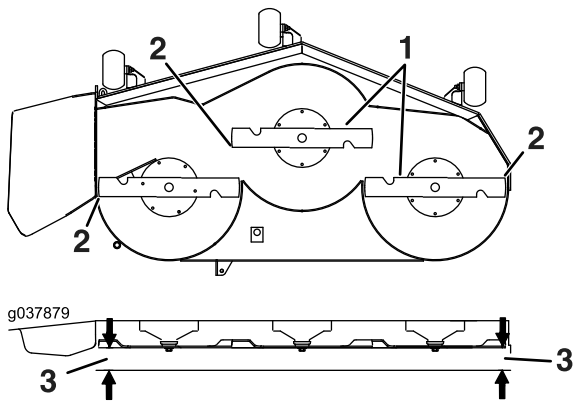

Figura 98
6. Mida entre la punta de la cuchilla y la superficie plana (Figura 98). Si ambas mediciones no están dentro de los 5 mm (3/16"), ajuste la nivelación; siga con este procedimiento.
14. Gire cuidadosamente las cuchillas colocándolas perpendicularmente al sentido de avance de la máquina (Figura 98).